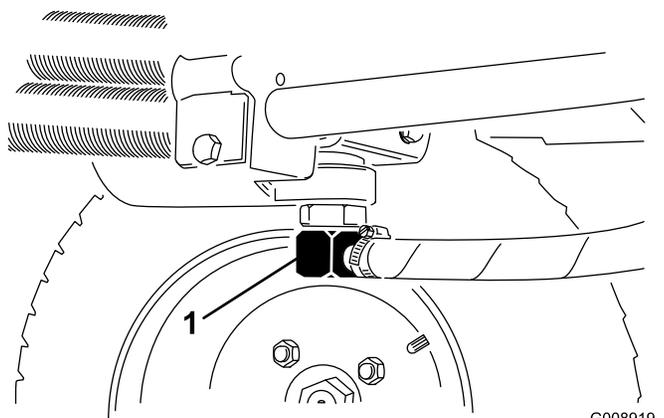
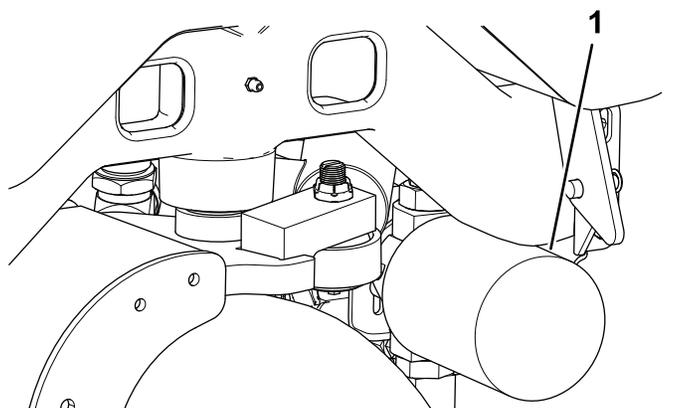

图73
图74
2. 断开液压管线图73与油箱的连接或卸掉液压油过滤器图74让液压油流入放油盘。
4. 在过滤器 (图74) 下面放置一个放油盘并拆下过滤器。